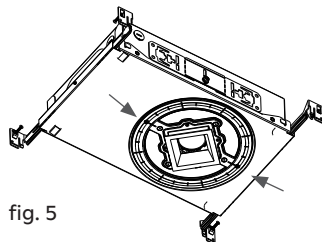

fig. 5
3. *Optionnel :* Si vous utilisez une ouverture carrée avec une bride, réalignez le collier parallèlement au mur (voir la fig. 5).